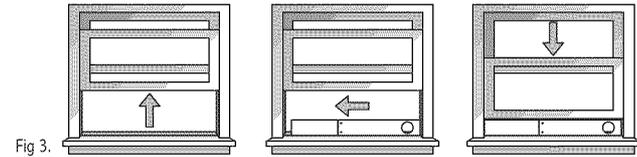

Fig. 3.
C. Instalar el Juego Corredizo para ventana: Fig. 3
1. Abra la ventana y ponga el Juego Corredizo para Ventana (1) dentro de la orilla de la ventana.